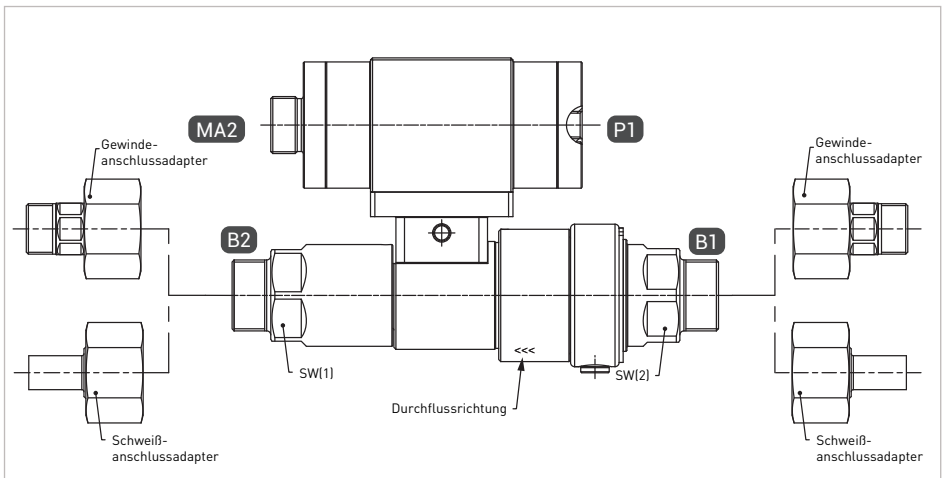

Abbildung 1
- ▶ Halten Sie beim Montieren des Schaltventils an den Schlüsselflächen SW(1) und SW(2) (*Abbildung 1 auf Seite 45*) mit einem Gabelschlüssel (SW45 oder SW46) gegen.